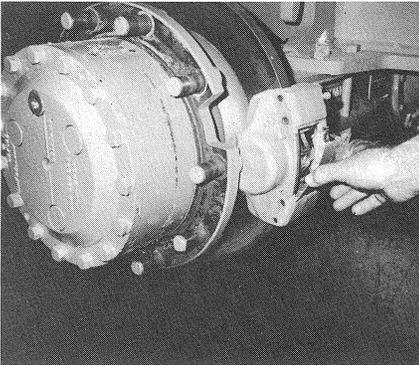

Bild 52
- (4) Haltefeder entnehmen (Bild 52) und unteren Haltestift mit Dorn austreiben.